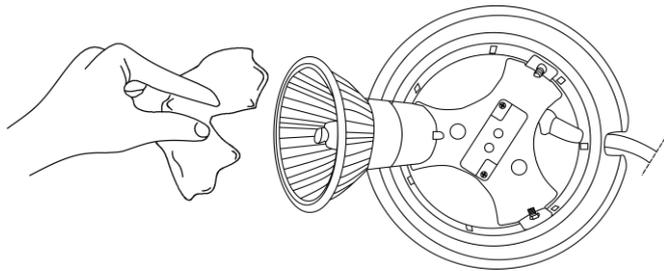

Fig. 05
- 04) Inserte la bombilla (Fig. 05).